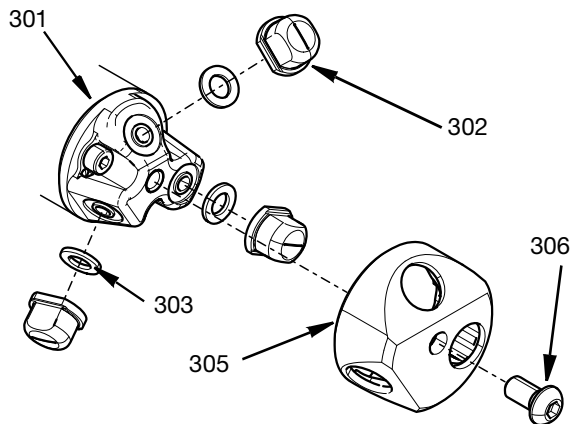

FIG. 4
1. Plaats drie spuitmondpakkingen (303) in de juiste uitsparingen van de spuitmondkop (301).
2. Spuitmondten (302) moeten in de spuitmond dop (305) worden gestoken, waarbij de spuitmond goed in de spuitmond dop moet worden geplaatst.
3. De spuitmond dop moet met de spuitmondten geplaatst stevig worden bevestigd aan de spuitmondkop (301) met behulp van de M6-inbusbout (306) in het midden van de dop. Draai aan tot 3,3 N•m (29,2 in-lb). Zie FIG. 4.